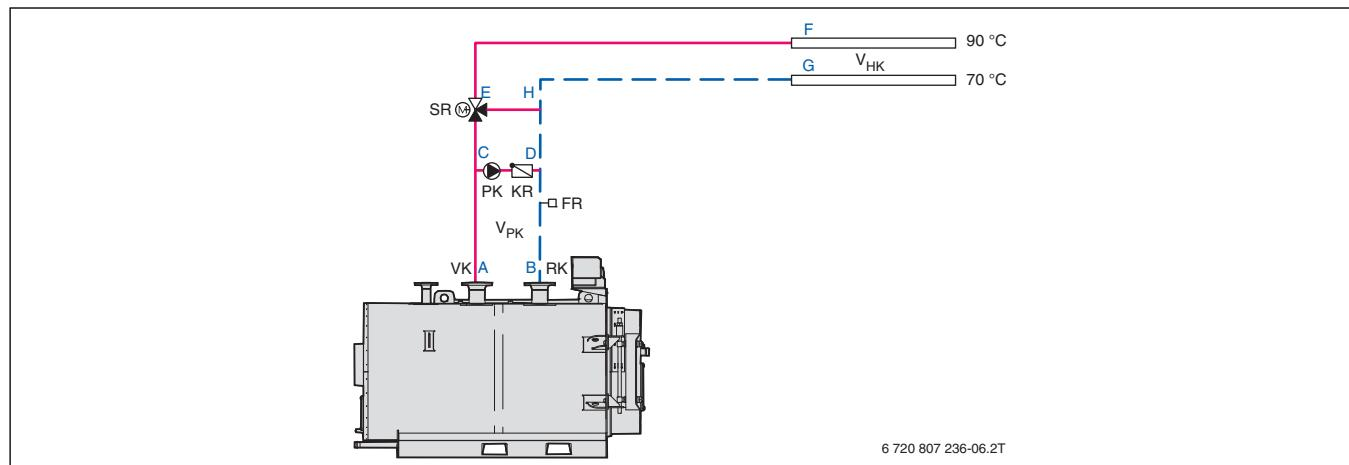

Рис. 26 Пример гидравлической обвязки системы с одним котлом Logano SK655 или SK755, в которой насос котлового контура установлен на байпасной линии
- местные сопротивления в котловом контуре (участок: A-C-D-B, → рис. 26)
- $\dot{V}_{PK} = 34400$ л/ч (участок: C–D, → рис. 26)
- $\dot{V}_{HK} = 51600$ л/ч (участки: C–F, D–G и E–H, → рис. 26)
- $\dot{V}_{Kges} \sim 86000$ л/ч (участки: A–C и B–D, → рис. 26)